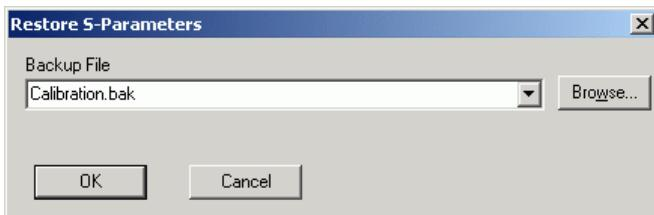

Bild 3-4 Dialogfenster zum Laden einer Kalibrierdatensatz-Sicherungskopie
1. Betätigen Sie den Button **Restore** Dadurch wird das **Restore S-Parameters**-Dialogfenster (Bild 3-4) geöffnet.